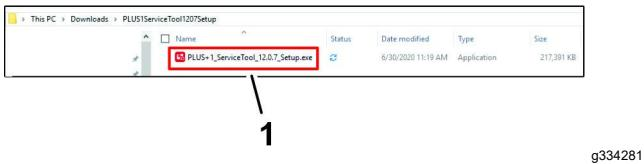

Figura 21
3. En la carpeta PLUS1SERVICETOOL1207SETUP, haga doble clic en el archivo PLUS+1_Service-Tool_12.7_Setup.exe file (Figura 21).